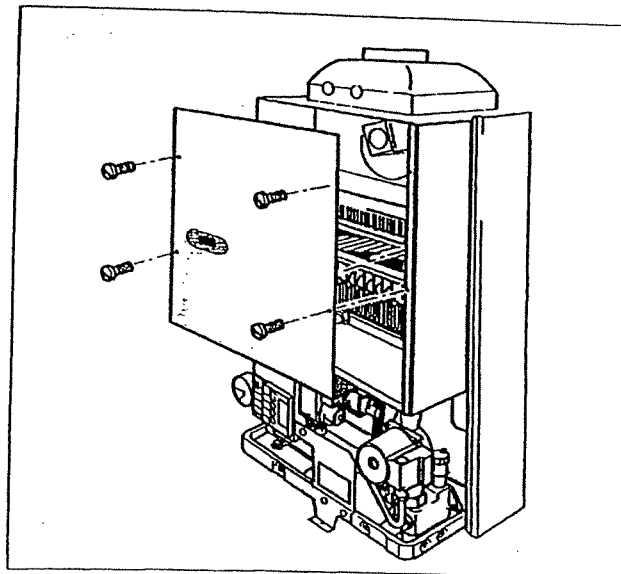

Fig. 37 Rimozione coperchio bruciatore
- ◆ Togliere il coperchio del bruciatore (Fig. 37).